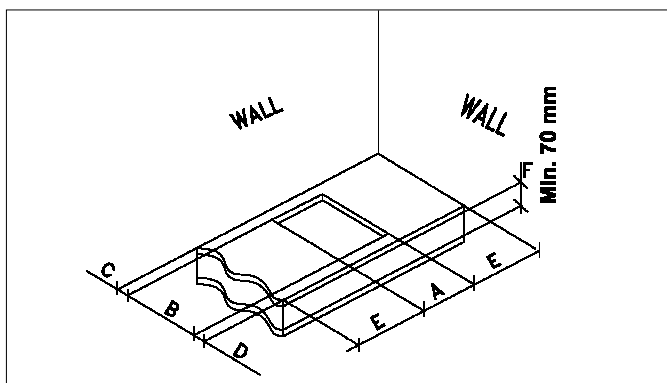

图. 9
将要安装在橱柜上方燃气炉的开口尺寸的测量方法，显示于图. 9。
严格按照产品给出的嵌入尺寸进行嵌入安装（请参照图. 9 和 10）。
- 为了避免触碰炉炉的高温底部，使用时，在距顶部最小70mm处放一块木垫板，并用螺钉旋紧（请参照图. 9）。